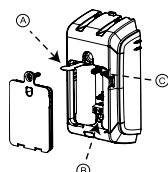

Figura 1: Opciones de registro
3. Para comenzar el proceso de registro automático, quitar la lengüeta. Ver A en la figura 1.
Nota: Si el dispositivo no se registra automáticamente, pulsar el botón de registro, presionar el restablecimiento de manipulación o introducir en el panel el número de identificación del dispositivo. Para información sobre el botón de registro, ver B en la figura 1, o C en la figura 1 para restablecer la manipulación.